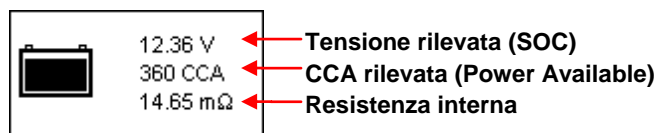

Fig.30
5. Per modificare il valore CCA, premere ◀ o il tasto ▶ per diminuire o aumentare Per modificare il valore CCA, premerei tasti ◀ o ▶ se si intende diminuire o aumentare il valori di 100 unità per volta, oppure I tasti ▲ o ▼ se si intende aumentare o diminuire il valore di 5 unità per volta come mostrato in Fig.30 di seguito.
Questa opzione può anche essere utilizzata per testare le batterie a scarica profonda. Un esempio dei risultati che si otterranno è riportato in Fig.30 di seguito